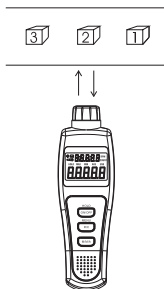
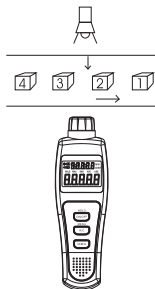

Figure2.
Figure3 .
- **Counting.** See Figure 2. For longer distance than 200 mm, directing a light beam and turn off the laser sight. Depending of the brightness the distance can be several meters. See Figure 3.
- **Antalsräkning.** Se fig. 2. Vid längre avstånd än 200 mm, rikta en ljusstråle mot instrumentet och stäng av lasersiktet. Beroende på ljusstyrkan kan avståndet vara flera meter. Se fig. 3.
- **Antallstilling.** Se fig. 2. Ved lengre avstand enn 200 mm, rett en lysstråle mot instrumentet og slå av lasersiktet. Avhengig av lysstyrken kan avstanden være flere meter. Se fig. 3.